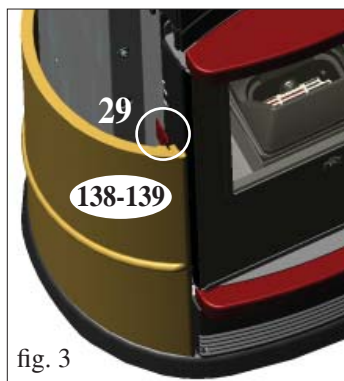

fig. 3
- Desaperte, com a chave Allen fornecida, os parafusos de fixação da grelha inferior em ferro fundido (4) e remova-a.
- Posicione o friso (62) e fixe-o com os 2 parafusos M6x12 (utilizando a chave Allen) conforme indicado no pormenor "X" da fig. 3.